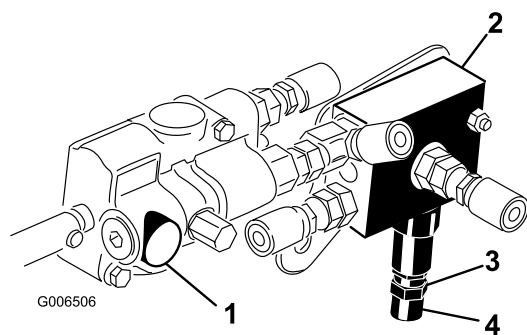

Figura 13
3. Desaperte a porca de bloqueio na parte inferior da válvula de elevação (Figura 13). A válvula está localizada no lado direito da máquina.